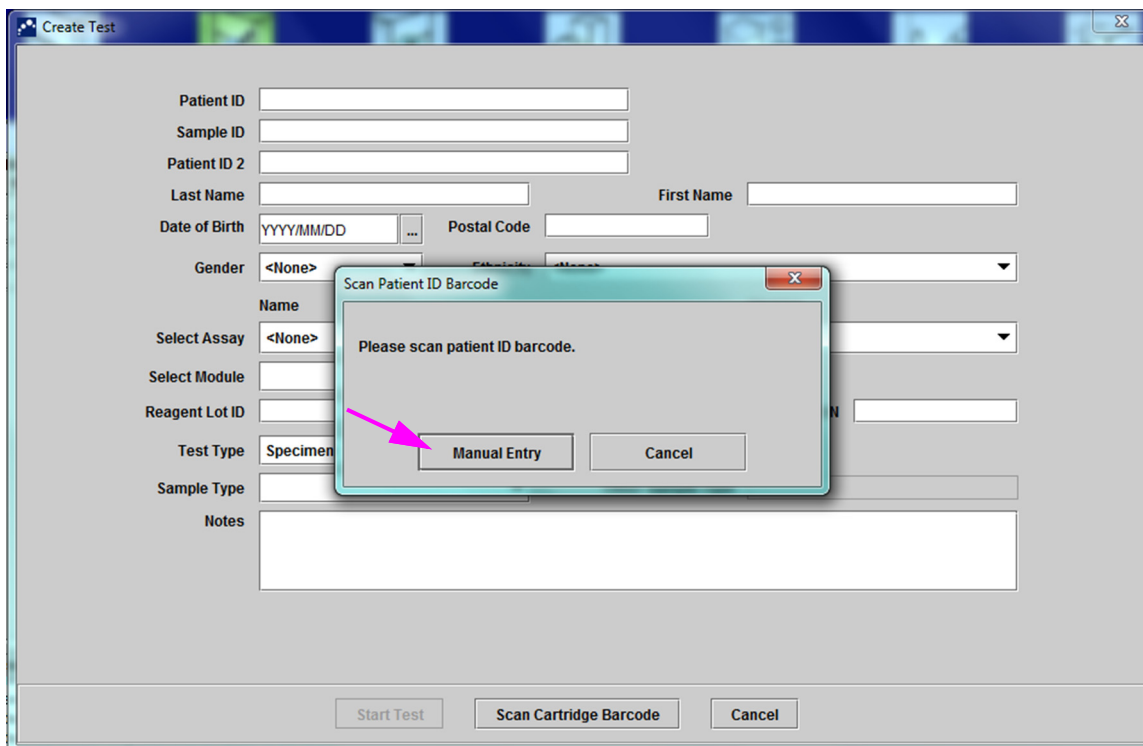

Figura 5-19. Fereastra Creare test și caseta de dialog Scanare cod de bare cu ID pacient
1. În fereastra sistemului GeneXpert Dx, faceți clic pe **Creare test (Create Test)** pe bara de meniu. Apare caseta de dialog Scanare cod de bare ID pacient (Scan Patient ID Barcode). Consultați Figura 5-19.